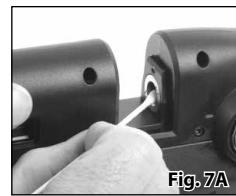

Fig. 7A
3. Schmieren Sie mit einem Wattestäbchen den O-Ring des Verschlusses und die Bolzenspitze wie in Abbildung 7A gezeigt. Für diese Anwendung wird das Crosman RMCOIL empfohlen. Führen Sie diesen Vorgang in Abständen von etwa 100 Schüssen durch.